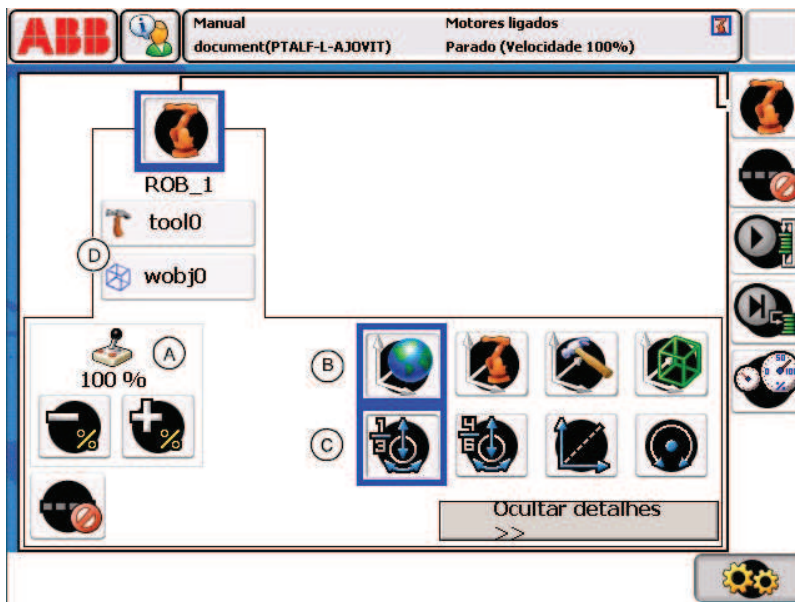

Figura 11 – Configuração de movimento através do menu QuickSet.
A configuração de movimento do robô é feita invocando o menu QuickSet e seleccionando o ícone superior representando um robô. Toque em *Mostrar detalhes (Show Details)* para exibir as configurações disponíveis para uma unidade mecânica. Aparece uma tela com um resumo de todas as selecções feitas para a unidade mecânica em questão (ver Figura 11).
Os seguintes opções estão disponíveis para configurar a forma de movimentação do robô (ver Figura 11):
A. Velocidade manual	Configurações da velocidade de manobra manual (100% seleccionado na Figura 11).
B. Sistema Coordenadas	Seleção do sistema de coordenadas (coordenadas mundiais seleccionadas na Figura 11).